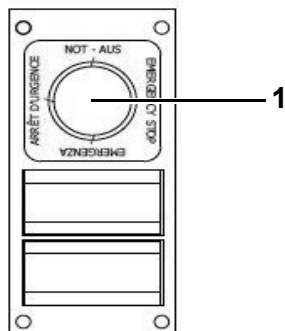

Fig. 71 Chave de parada de emergência
A chave de parada de emergência (1) na Fig. 71 está localizada no painel de controle inferior direito e desliga imediatamente a máquina quando pressionada.